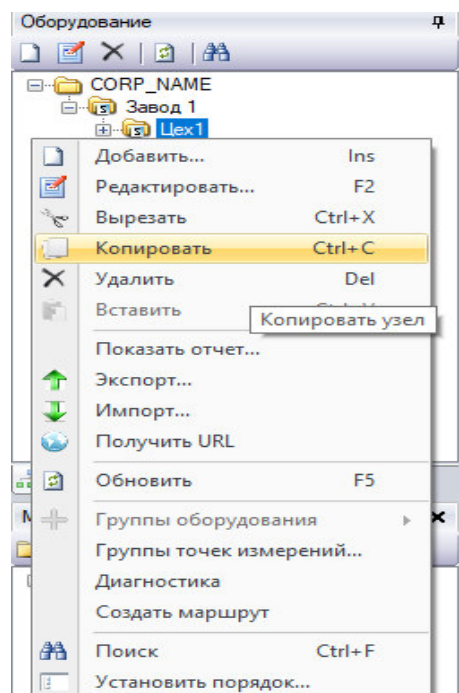

Рисунок 3.5.6
- выбрать элемент, который необходимо скопировать, щелчком правой клавиши «мыши» вызвать контекстное меню выбранного элемента и нажать на кнопку «Копировать» (см. Рисунок 3.5.6);